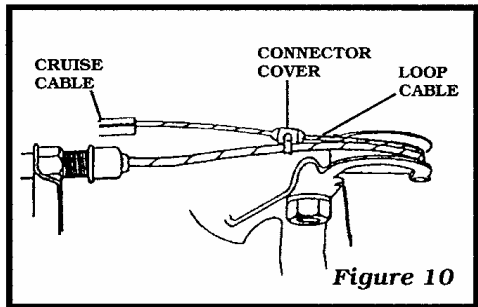

Figure 10
5. 為確保環套鋼索能正確的在軌道上活動，避免機件互相干涉，須用 102mm的電線束帶（附於五金零件包內）將連接扣與原車的油門鋼索綁在一起。（Figure 10）